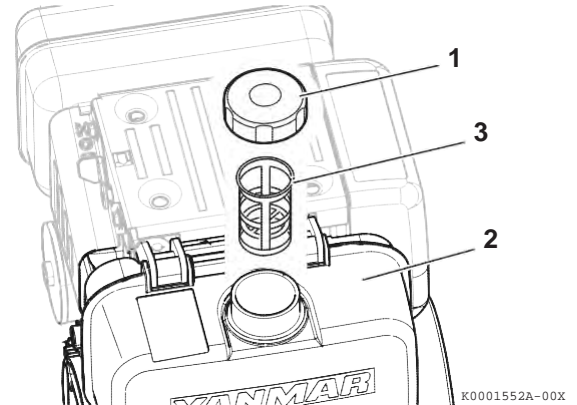

Figura 6
1. Pulire l'area attorno al tappo carburante. **(Figura 6, (1)).**
2. Rimuovere il tappo carburante **(Figura 6, (1))** dal serbatoio carburante **(Figura 6, (2)).**
3. Sollevare il filtro carburante di ingresso **(Figura 6, (3)).**
5. Installare il filtro di ingresso carburante **(Figura 6, (3)).**
6. Rimettere a posto il tappo carburante **(Figura 6, (1))** e serrare a mano. Un serraggio eccessivo del tappo carburante lo danneggerà.